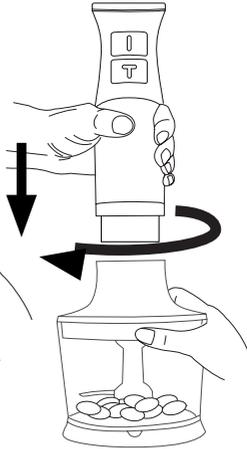

Fig.2.1
- Introducir los alimentos a elaborar en el picador y colocar la tapa hasta que encaje, girándola en el sentido contrario a las agujas del reloj hasta oír el click (Fig. 2.1).